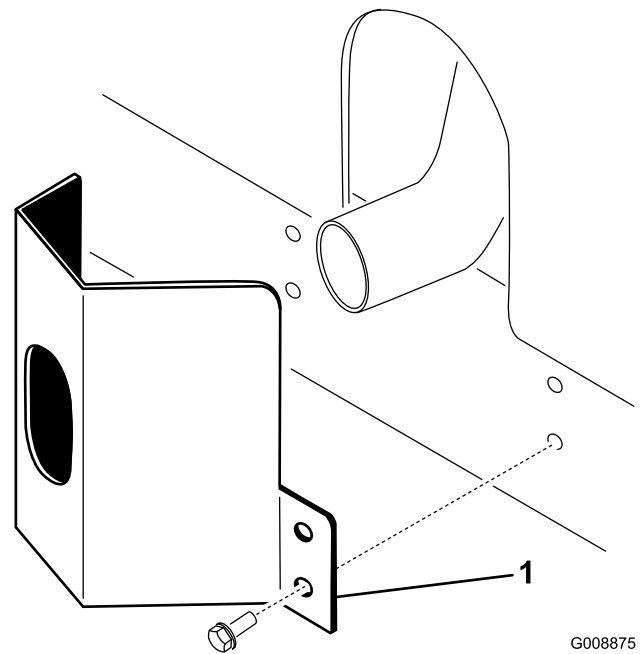

Bild 12
2. Befestigen Sie das Auspuffschutzblech mit vier Blechschrauben am Rahmen (Bild 12).
1. Positionieren Sie das Auspuffschutzblech um den Schalldämpfer, während Sie gleichzeitig die Befestigungslöcher auf die im Rahmen abstimmen (Bild 12).